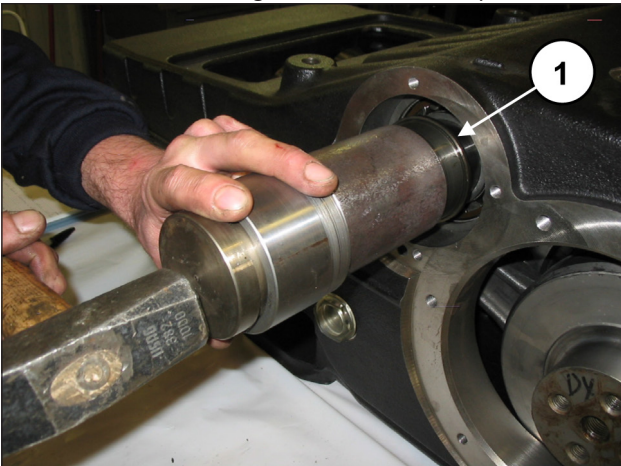
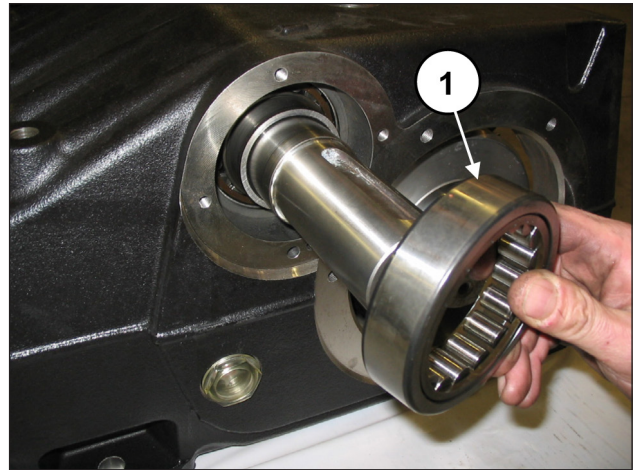

Abb. 62
Abb. 63
Setzen Sie den Innenring (Pos. ①, Abb. 62) und den Außenring (Pos. ①, Abb. 63) eines Lagers nur auf einer Pumpenseite ein.
Setzen Sie den Innenring (Pos. ①, Abb. 62) und den Außenring (Pos. ①, Abb. 63) des letzten Lagers ein.